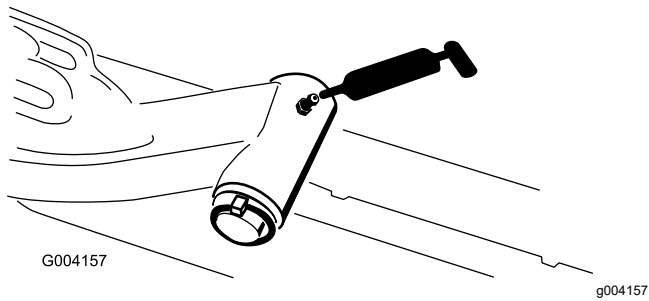

Figura 44
- Eje pivotante del brazo de elevación (1 en cada) (Figura 44)